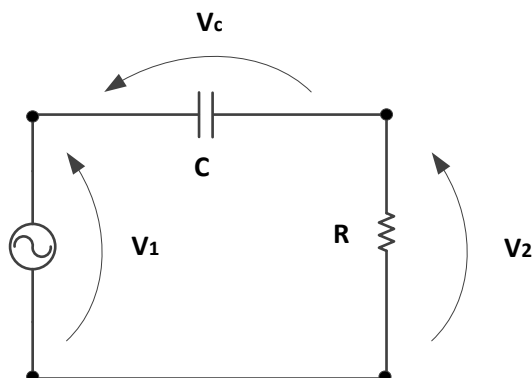

Figura 4 - Circuito para medição de defasagem.
- Monte o circuito conforme mostrado na Figura 4 com $R = 1,0k \Omega$ e o capacitor C fornecido.